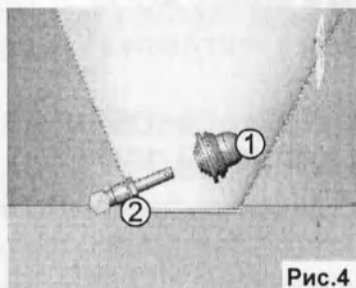

Рис.4
4.2.6 **ФФ 1.0 (1, рис.4)** фильтр стационарного струйного проектора препятствует засорению заборного устройства отходами при распаковке опок и другим мусором. Удерживая **ФФ** за резиновую втулку (не за сетку!), установить его на штуцер (2) до упора и два-три раза повернуть вокруг своей оси.